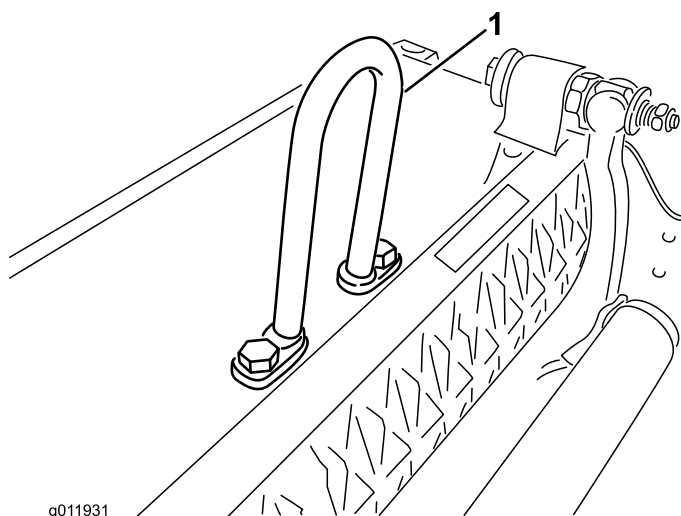

Figura 5
**Nota:** Serrate le viti a testa cilindrica a un valore compreso tra 34 e 40 N-m (Figura 5).